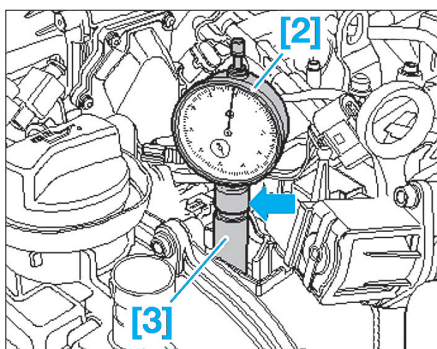

Fig. 8
- [2]. Comparateur (réf. VAS 6079) (Fig.8).
- [3]. Adaptateur pour comparateur (réf. T10170) (Fig.8).
- Déposer la bougie d'allumage du cylindre n°1, et y placer un comparateur [2] équipé de son adaptateur [3] (Fig.8).